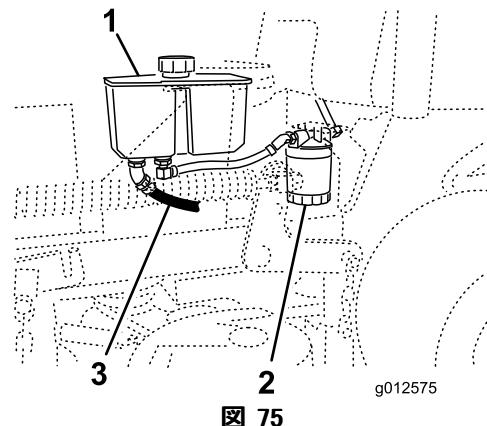

図 75
4. 油圧オイルタンクの下にある前油圧ホースを探し出し、その下にオイル受け容器を置く(図 75)。